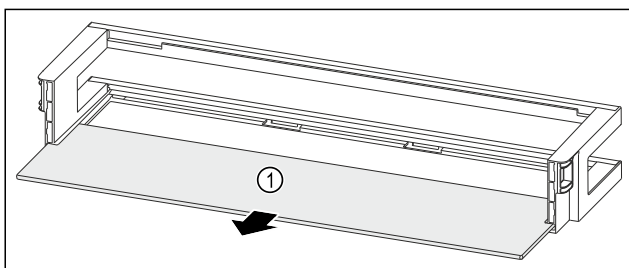

Fig. 50 Dörrfack med hylla
- ▶ Ta ut dörrfacket Fig. 50 (1).